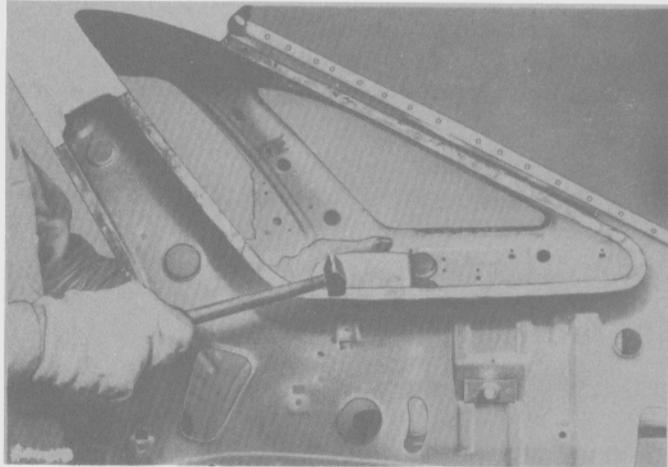

Fig. 207
- Alinear las pestañas soldadas. (Fig. 207).